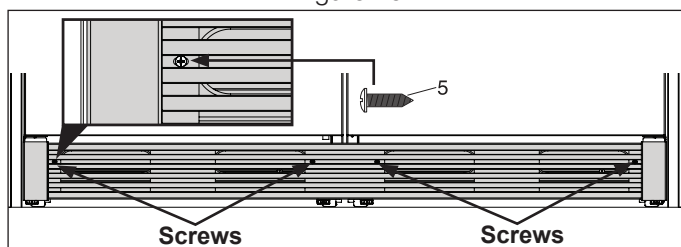

Figure 20
Fixez la plaque de bas de porte à l'armoire à l'aide de quatre (4) vis. (Voir la Figure 20).